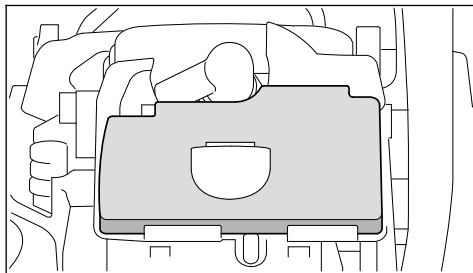

Рис. 54
- Нажать стопор рычага газа и одновременно рычаг газа, а также комбинированный рычаг установить в положение закрытой воздушной заслонки  (рис. 54).